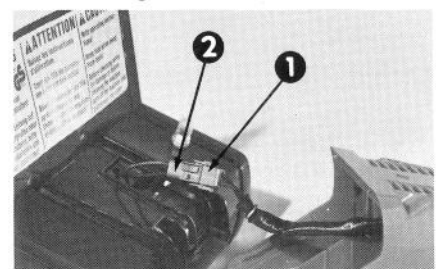

Figure 5
11. Posez le bloc d'alimentation et le manche sur une surface plate, comme le montre la Figure 5.
12. Assemblez le connecteur du bloc d'alimentation et le connecteur du manche en glissant ces deux connecteurs l'un sur l'autre (Fig. 5).